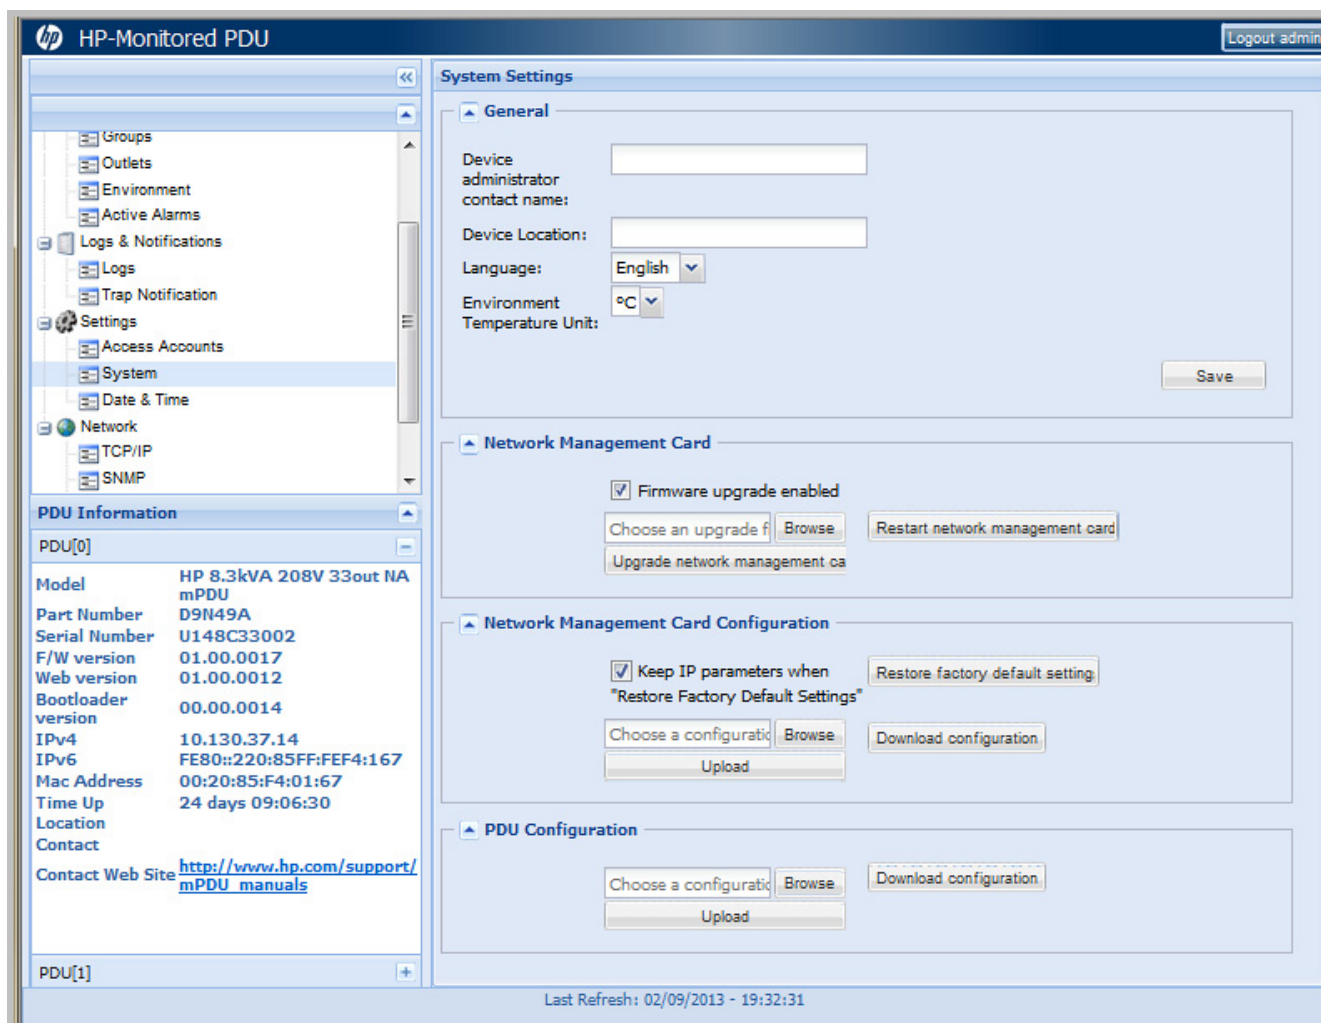

図 50. システム設定ページ
7. メニューバーから、設定、それからシステムをクリックします。システム設定ページがメインアプリケーションウィンドウに表示されます（図 50 を参照）。